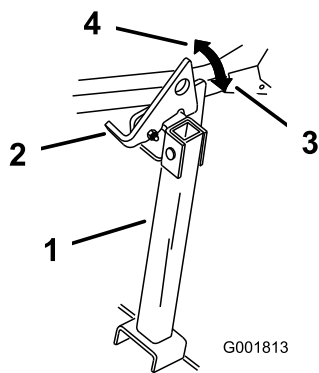

Figura 37
2. Levante el enganche a la posición desbloqueada (Figura 37).